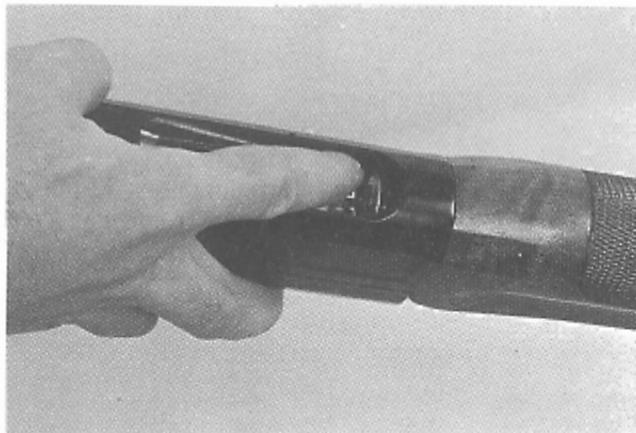

Fig. 20
- capovolgere l'arma e, spingendo l'elevatore verso il basso, premere lateralmente la leva fermo cartuccia sulla sua parte anteriore con l'indice della mano destra (fig. 20);
- turn the shotgun upside down and, while pushing the carrier downward, push the front end of the carrier latch sideways with your right-hand index finger (fig. 20);
- retourner l'arme et, en poussant l'élévateur vers le bas, pousser latéralement le levier d'arrêt de cartouche sur la partie avant, de l'index de la main droite (fig. 20);